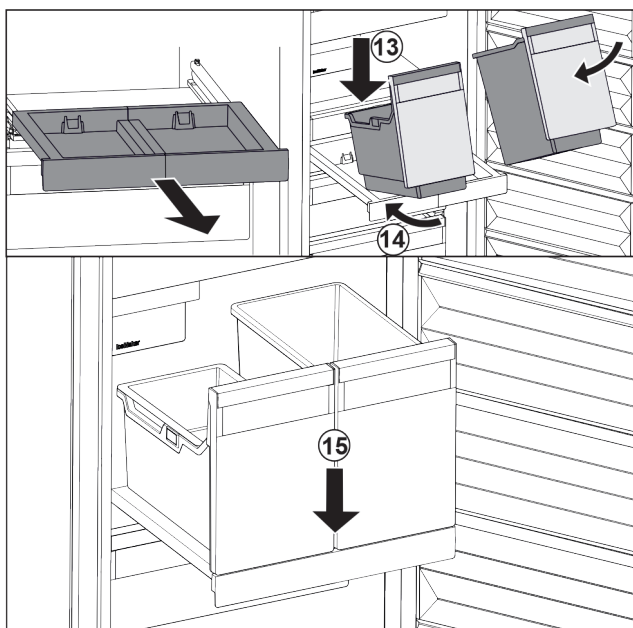

Fig. 95
- ▶ Asetage anum kaldu väljatõmbetahvlile. Fig. 95 (13)
- ▶ Lükake anum kaldu tahapoole sisse. Fig. 95 (14)
- ▶ Pange anum ees maha. Fig. 95 (15)